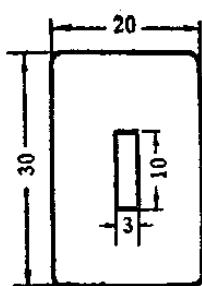

图 9-17
2. 線圈：先用彩色塑胶片与卡紙等，參看图9-17做成一只框